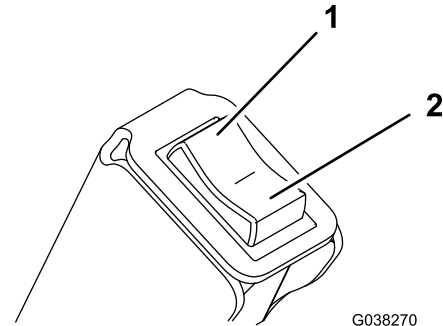

Figura 12
2. Vacíe la tolva presionando la parte superior del interruptor de descarga (Figura 12).
3. Baje la tolva presionando la parte inferior del interruptor de descarga (Figura 12).